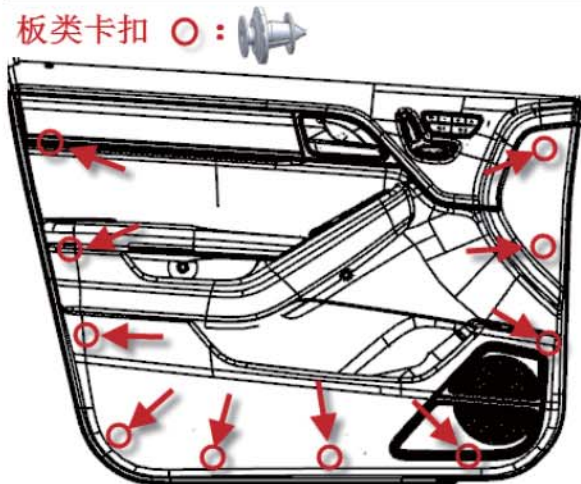

图 8-1-5 左前门护板卡扣位置示意图
(3) 如图 8-1-5，用双手掰靠仪表板侧的门板侧边，将该侧的边的数个卡扣从钣金上剥离，然后顺着周边一圈把剩余几个卡扣从钣金上剥离，将门板总成从钣金上取下（此时门护板有线束约束，不可拉扯过远）。